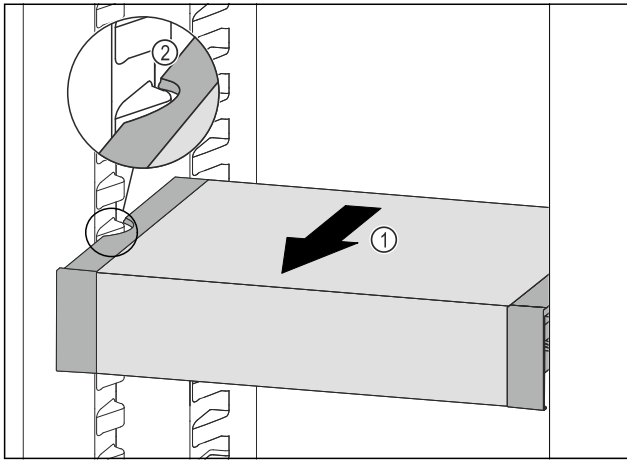

Fig. 121
- Tirer le VarioSafe vers l'avant Fig. 121 (1) jusqu'à ce que les encoches latérales du VarioSafe se trouvent au niveau de la nervure du bac dans la partie réfrigérateur. Fig. 121 (2)